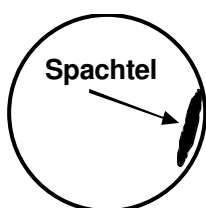

Abb. 1
- Nach dieser Vormischung (einige Sekunden), drücken Sie den Knopf für schnelle Geschwindigkeit (Hase) kneten Sie nun die Mischung indem Sie sie mit der Spachtel gegen die Innenwand der Schüssel drücken (Abb. 1).